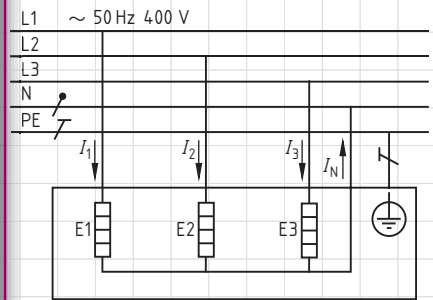

Bild 1: Eingeschaltete Kochplatten im Elektroherd
1. In der Küche eines Elektrofachbetriebes befindet sich ein Elektroherd mit vier Blitz-Kochplatten. Über Siebentaktschalter sind davon drei Kochplatten in unterschiedlichen Schaltstufen eingeschalten (**Bild 1**):